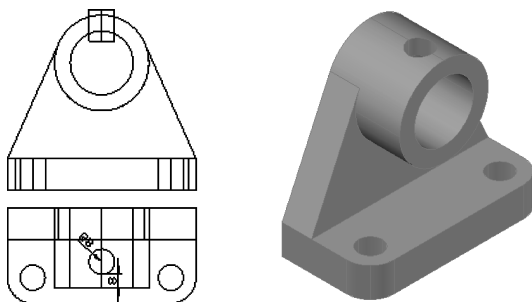

图9-26 生成圆管螺孔
10) 在功能区单击“常用”选项卡→“建模”面板→“圆柱体”按钮, 在俯视图中绘制一个半径为8, 高度为20的圆柱体, 利用“移动”命令将其移动到圆管上方的适当位置, 利用“差集”命令将其从圆管中减去, 如图9-26所示。